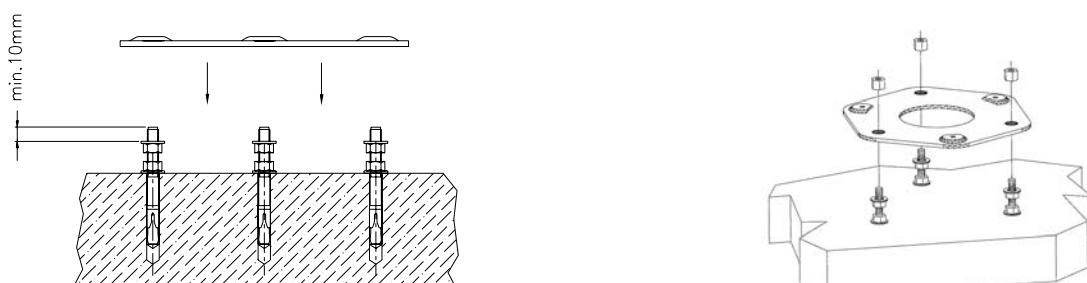

Abb.4
- Die zweiten Sechskantmuttern mit darauf folgenden Scheiben werden der Platte als Auflage dienen (Abb.4);